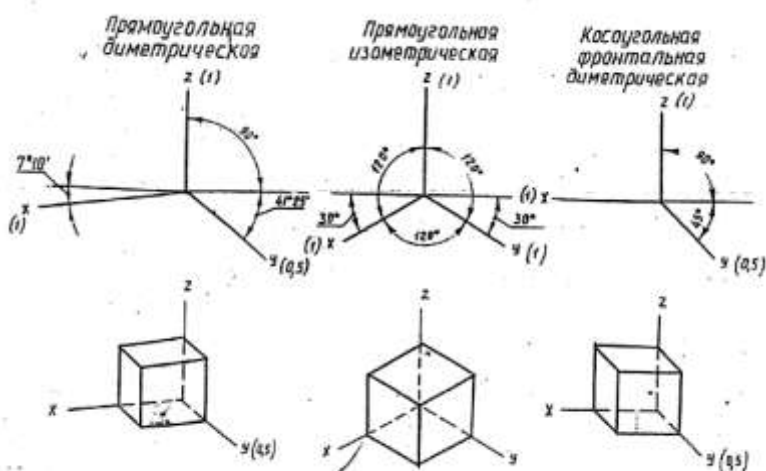

Рис.24 Виды аксонOMETРИЧЕСКИХ проекций
- ☐ косоугольная фронтальная диметрическая проекция и др. (рис.24.)